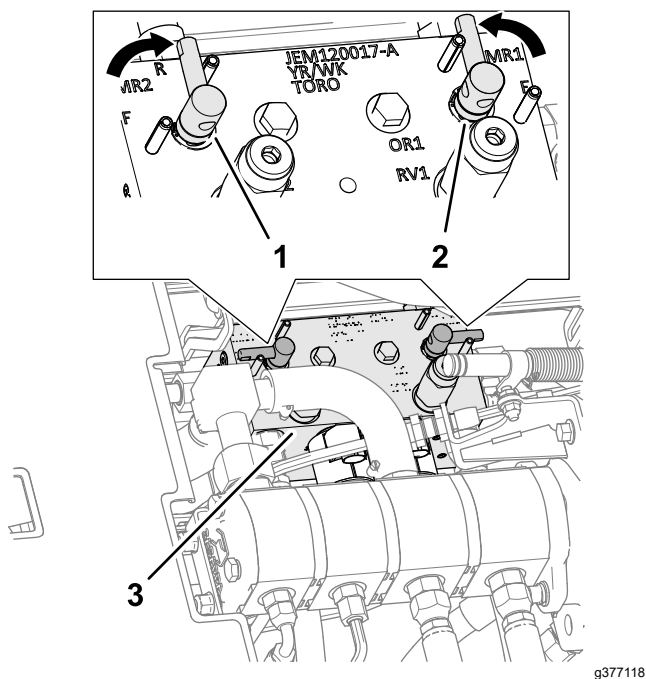

Рисунок 105
4. Разблокируйте и поднимите сиденье для доступа к коллектору газонокосилки (Рисунок 105).
5. Установите рычаги заточки обратным вращением в положение R (заточка) (Рисунок 105).